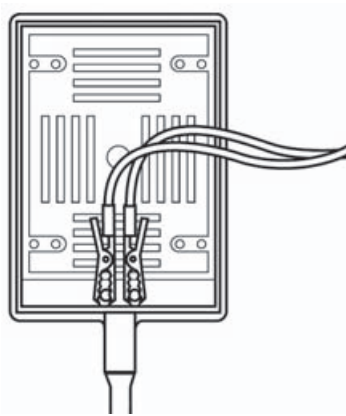

Abbildung 5-15 Anschluss des Schallkopfsteckers
- b** Die roten Elektroden mit den Rändelschrauben des Schallkopfsteckers verbinden, siehe **Abbildung 5-15**.